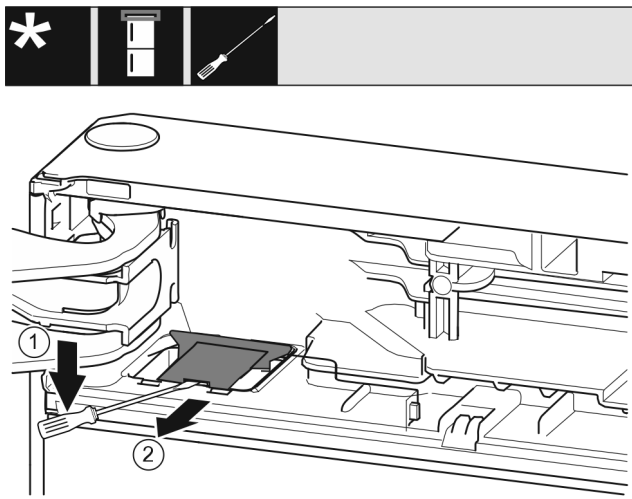

Fig. 9
- ▶ Met een sleufschroevendraaier de afdekking losmaken en optillen. Fig. 9 (1)
- ▶ Afdekking eruit nemen. Fig. 9 (2)